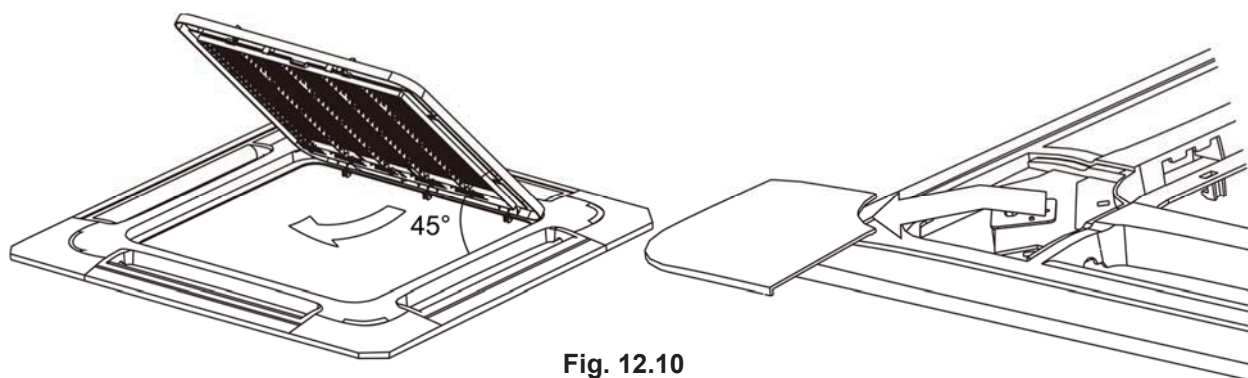

Fig. 12.10
- Saque la rejilla formando un ángulo de 45° y retírela. (Consulte la Fig. 12.10).
(2) Retire las cubiertas de instalación de las cuatro esquinas
Afloje los tornillos de sujeción, tire de la cinta que sujeta las cubiertas de instalación y retírelas. (Consulte la Fig. 12.10)